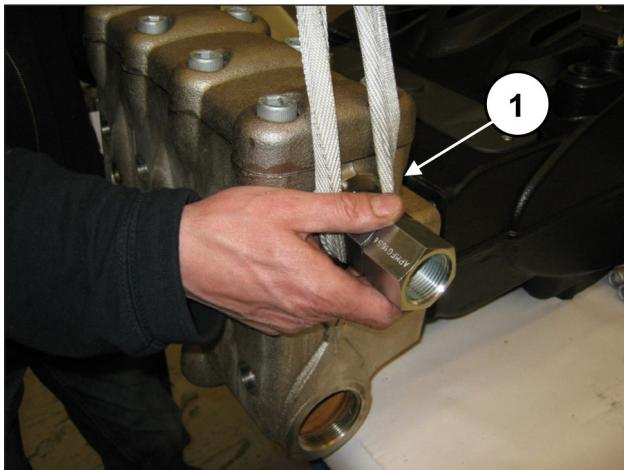
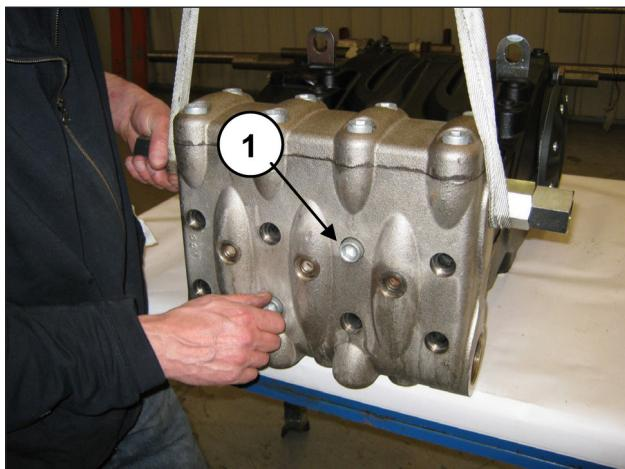

图 131
图 132
将泵头安装在泵壳上(①, 图 131), 注意不要碰撞柱塞, 并拧紧8个M16x180螺栓(①, 图 132)。